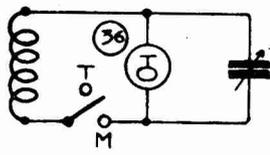

Fig. 31
Il n'en diffère que par une lampe au néon (36) montée aux bornes du condensateur (fig. 31).